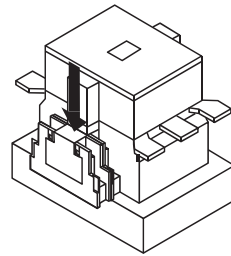
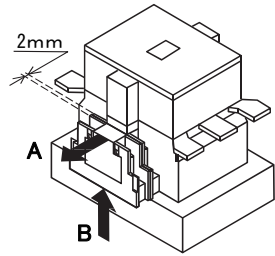

Fig. 3
Fig. 4
- 请将辅助触头单元压入到与本机的辅助触头单元相同的位置。(Fig. 3)
(2) 拆卸
- 请将辅助触头单元按箭头 A 的方向拉开 2mm 左右的间隙，在此状态下，沿箭头 B 方向取下。(Fig. 4)
- Put the auxiliary contact unit into the end of grooves. (Fig.3)
(2) Remover
- While making about 2mm space between the auxiliary contact unit and the contactor by pulling the auxiliary contact unit in the direction of the arrow A, remove the auxiliary contact unit in the direction of the arrow B. (Fig.4)
- 補助接点ユニットを本体の補助接点ユニットと同じ位置まで押し込んでください。(Fig. 3)
(2) 取外し
- 補助接点ユニットを矢印 A の方向に引っ張り 2mm 程度の隙間をけた状態で、矢印 B の方向に引き抜いてください。(Fig. 4)